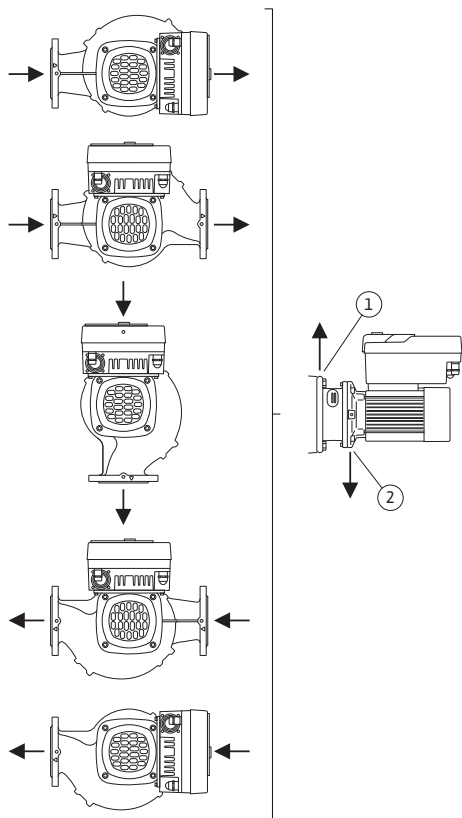

Fig. 17: Допустимые монтажные положения с горизонтальным валом
- При горизонтальном положении вала электродвигателя отверстие для отвода конденсата должно быть направлено вниз (Fig. 17, поз. 2). При необходимости электродвигатель следует повернуть.